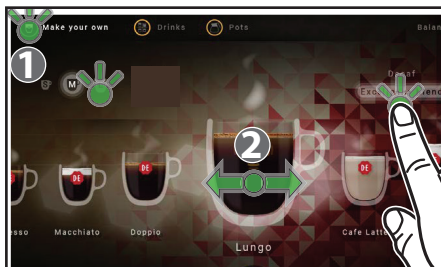

Fig. 4.5 - Valg af "Lav din egen"
- Tryk på øverste venstre ikon "Lav din egen" (1) på berøringsskærmen, når dispenseren er i leveringstilstand (fig. 4.5).
- DEN ØNSKEDE DRIKKEVARE (2)** - flyt det ønskede drikkevare til midten af skærmen (fig. 4.5)
- INGREDIENSER** - blandingsvalg kan bruges i specifikke dispenserkonfigurationer med to kaffeblandinger. (fig. 4.5)